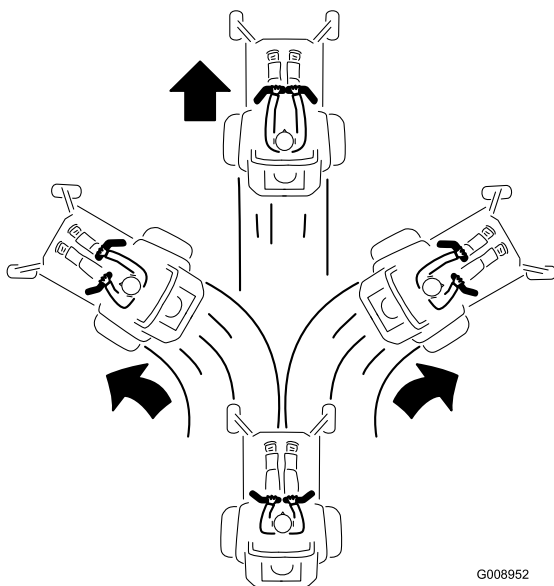

Figura 16
2. Para andar para frente empurre as alavancas de controlo do movimento para a frente (Figura 16).
Para andar direito, aplique pressão igual em ambas as alavancas de controlo do movimento (Figura 16).
Para rodar, liberte a pressão da alavanca de controlo de movimento virada para a direção para a qual quer virar (Figura 16).